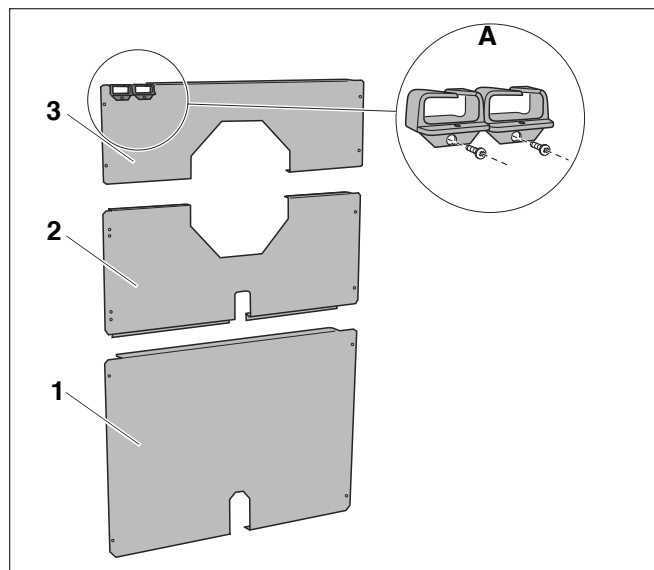

Fig. 35 Peretele din spate din 3 bucăți
- Placa inferioară a peretelui din spate (fig. 35, **poz. 1**)
- Placa centrală a peretelui din spate (fig. 35, **poz. 2**)
- Placa superioară a peretelui din spate de sus (fig. 35, **poz. 3**)
- 2 ghidaje pentru cabluri (fig. 35, **lupa A**)
- Prindeți ghidajele pentru cabluri (fig. 35, **lupa A**) în șuruburi pe placa superioară a peretelui din spate (fig. 35, **poz. 3**).